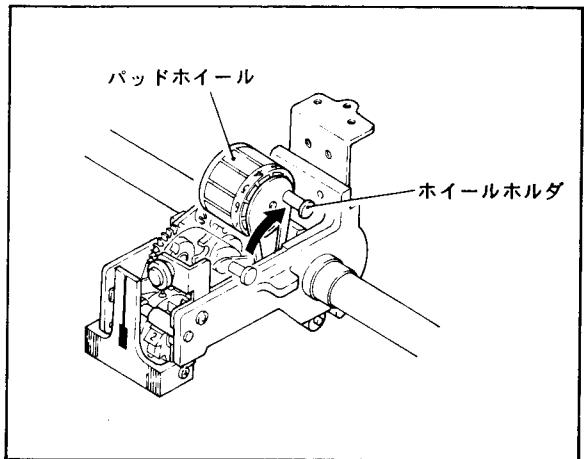
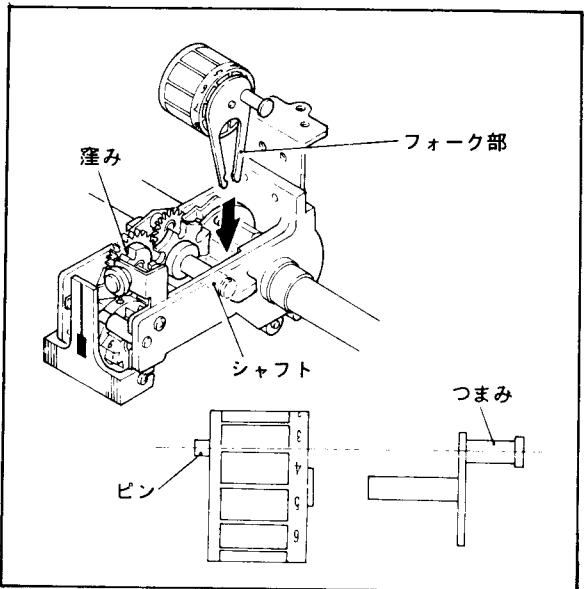

図11-9 パッドホイールのはずし方
図11-10 パッドホイールの挿入
- (1) 扉をあけ内器を引き出し、SUPPLYスイッチとRECORDスイッチをONにし、パッドM2が上部に来た時、SUPPLYスイッチをOFFにします。電源を投入しないでパッドホイールを回転させたい時は、(6)項参照。
- (2) ホイールホルダのつまみを持って、図の矢印の方向に止まるまで引き上げ、そのまま上部へ引き抜きます(図11-9)。
- (3) 挿入は、はずした時と同じ状態(パッドホイール駆動ギヤの窪みが上に来る)で挿入します。
- (4) パッドホイールのピンとホイールホルダのつまみの位置が一直線になるように組合して、フォーク部をシャフトに強く押し込みます。ピンと駆動ギヤの窪みを一致させます(図11-10)。
- (5) この状態で再度シャフトとフォーク部が確実に結合していることを確認し、SUPPLYスイッチをONにして、6回位打点させて挿入ミスの無い事を確認します。挿入が正しくないと、運転時打点機構が正常に作動しません。(この状態で放置しますと、記録紙モータの過負荷状態が続き、故障の原因となります。)